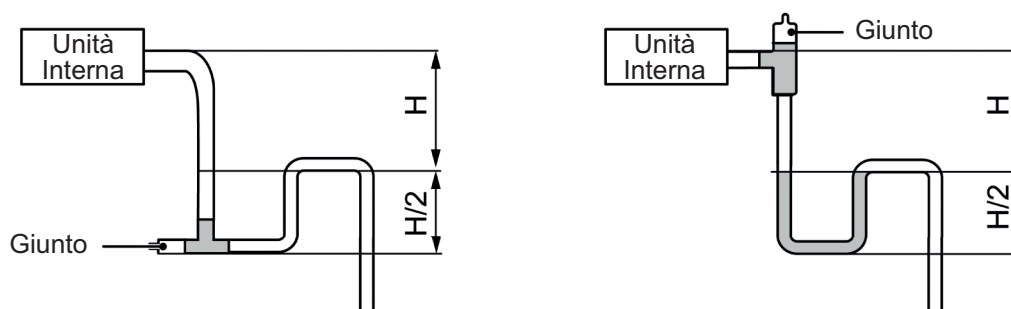

Fig. 4.3.5
- (5) Installare il sifone come mostrato in Fig. 4.3.5.